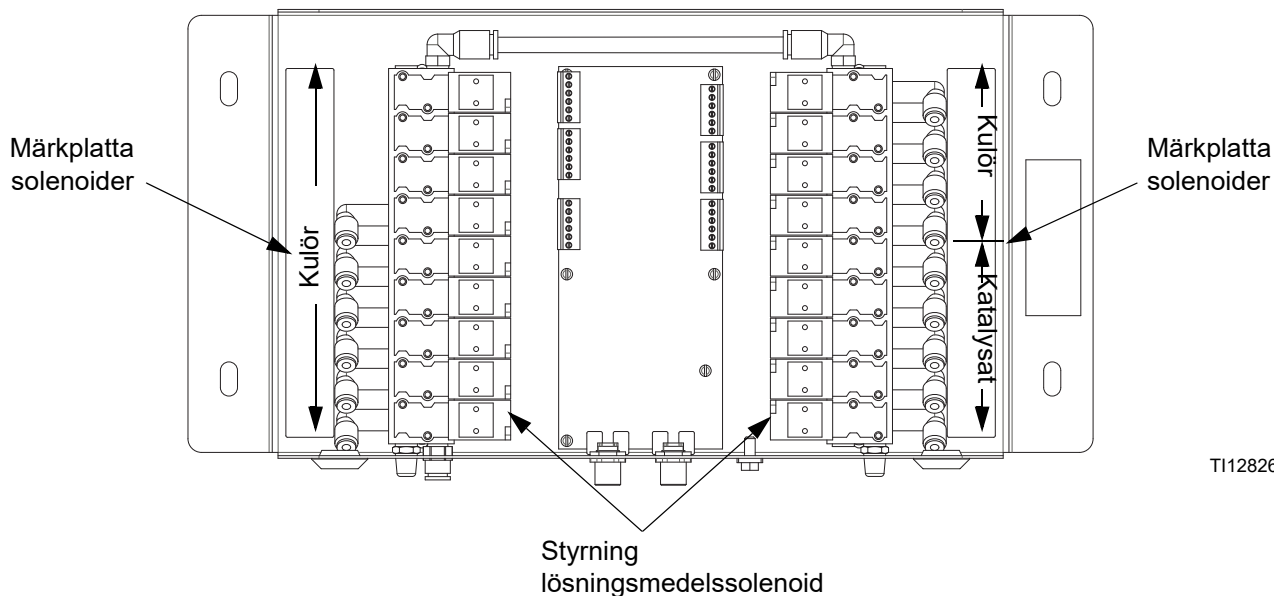

FIG. 3: Kulörbytessolenoider
4. Se FIG. 3. Öppna kulörbytesmodulen. Använd solenoidens märkplattor som guide, tryck ner och håll inne styrknappen på varje kulörsolenoid tills flödet från provtagningsventilerna stannar upp.
4. Se FIG. 3. Öppna kulörbytesmodulen. Använd solenoidens märkplattor som guide, tryck ner och håll inne styrknappen på varje kulörsolenoid tills flödet från tömningsventil A stannar upp.
6. Se FIG. 3. Använd solenoidens märkplattor som guide, tryck ner och håll inne styrknappen på varje katalysatorsolenoid tills flödet från tömningsventil B stannar upp.